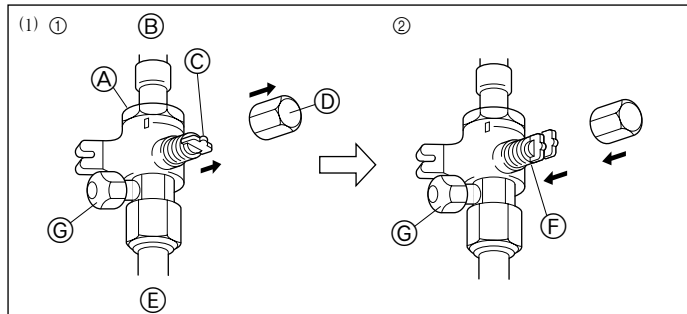
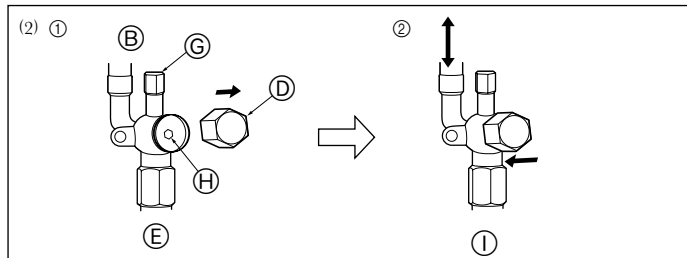

Fig. 4-6
Fig. 4-7
- (1) 气体侧 (Fig. 4-6)
- ① 取下盖帽, 向您的方向拉把手并逆时针旋转1/4圈, 以打开截止阀。
- ② 确保截止阀完全打开, 推入把手然后将盖帽旋回原位。
- (2) 液体侧 (Fig. 4-7)
- ① 取下盖帽, 并使用4 mm六角扳手逆时针转动阀条。当阀条碰到闭锁装置时停止转动。(ø6.35: 约4.5转) (ø9.52: 约10转)